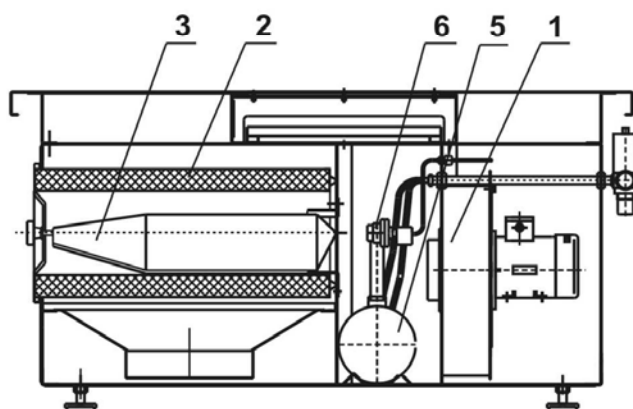

Рисунок 1.
Стол состоит из корпуса (см. рис.1). внутри которого установлены:
7.1. Перед вводом стола в эксплуатацию, фильтрующую кассету необходимо предварительно запылить специальной пылью (поставка пыли должна быть указана в договоре на поставку стола). Не реже одного раза в две недели проверять дифференциальным манометром потерю давления на фильтрующей кассете (поставка дифманометра должна быть указана в договоре на поставку стола). Для проверки потери давления на кассете необходимо нажать кнопку «ОЧИСТКА» и несколько раз продуть кассету. Вывернуть болты в зоне Б и В (см. рис.1.) На место болтов вернуть ниппели, входящие в комплект дифманометра и соединить трубками вход и выход на манометре. Включить вентилятор и замерить потерю давления на кассете. Критический уровень потери давления на кассете не должен превышать 1500-1800 Па. При превышении этого уровня кассету необходимо заменить. Если потеря давления на кассете близка к нулю, то это значит, что кассета повреждена и требует замены.